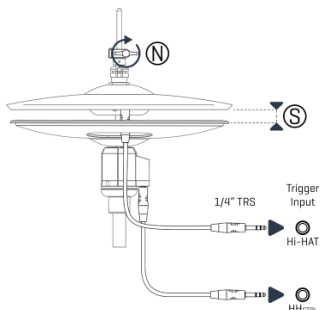

Figura 5
- 1 Eleve el plato superior de manera gradual hasta que el soporte móvil del controlador del Hi-Hat (O) deje de seguir el movimiento.
- 2 En esta posición, aprete/ajuste el tornillo de mariposa del clutch (N) como se muestra en la Figura 5.